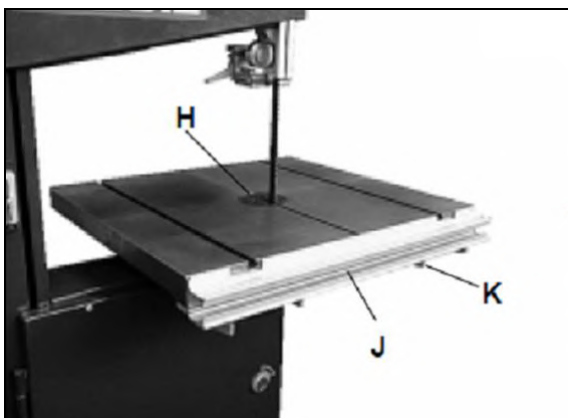

Fig 6
Um den Längsanschlag anzubringen, montieren sie die Führungsschiene (J, Fig 6) mit den vier mitgelieferten Flügelschrauben (K) und den Unterlegscheiben am Tisch. Wird später eingestellt.